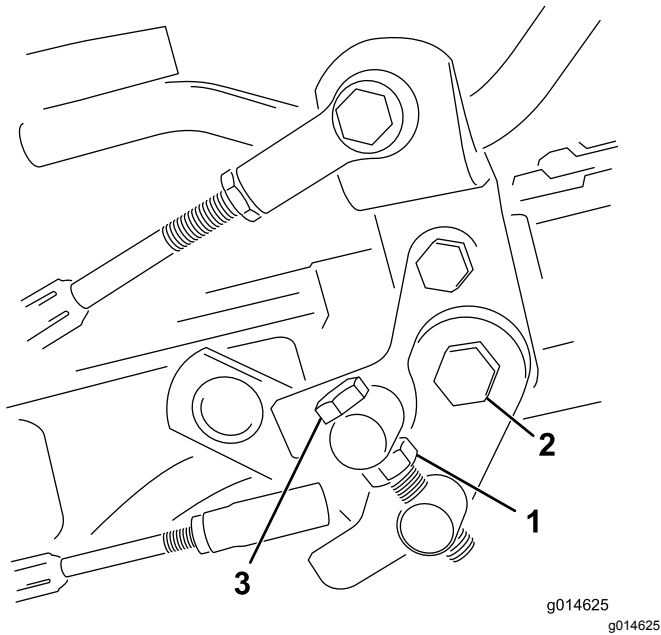

Figura 33
1. Allentate il controdado sul bullone di articolazione (Figura 33).
4. Serrate il controdado sul bullone di articolazione e il dado sul perno del pedale per fissare la regolazione (Figura 33). Controllate la messa a punto, e all'occorrenza ripetete la regolazione.